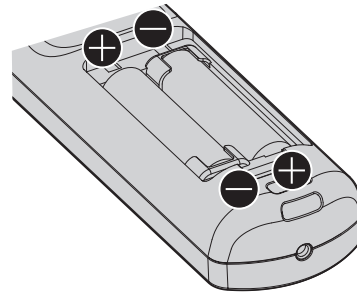

Fig. 2
- 2) **Inserire le batterie e chiudere il coperchio (inserire prima il lato  $\ominus$ ). (Fig. 2)**